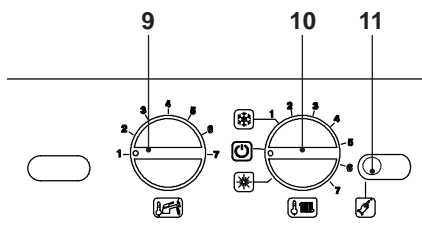

Figura 5.64
- Per uscire dalla programmazione posizionare il selettore di funzione / manopola regolazione temperatura 10 come indicato in Figura 5.64.